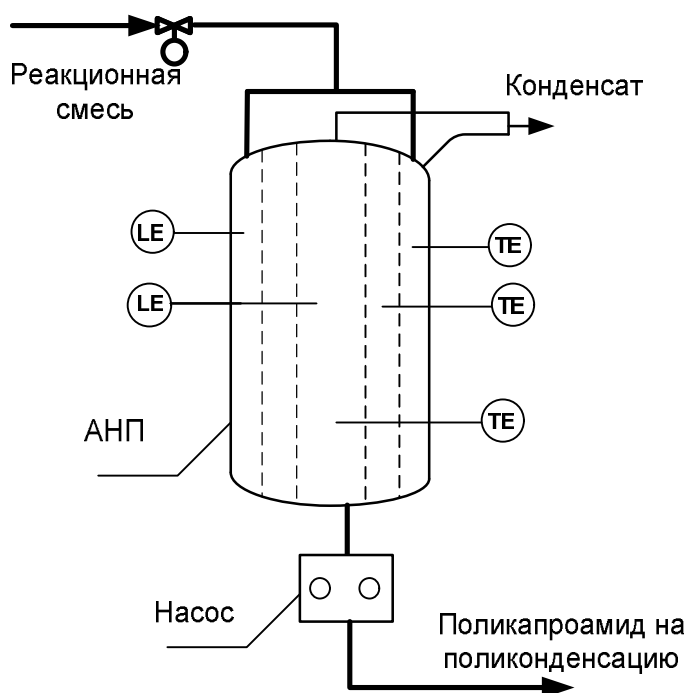

Рис. 5.1. Схема агрегата непрерывной полимеризации
**Описание технологического процесса.** Схема агрегата непрерывной полимеризации (АНП) представлена на рис. 5.1.